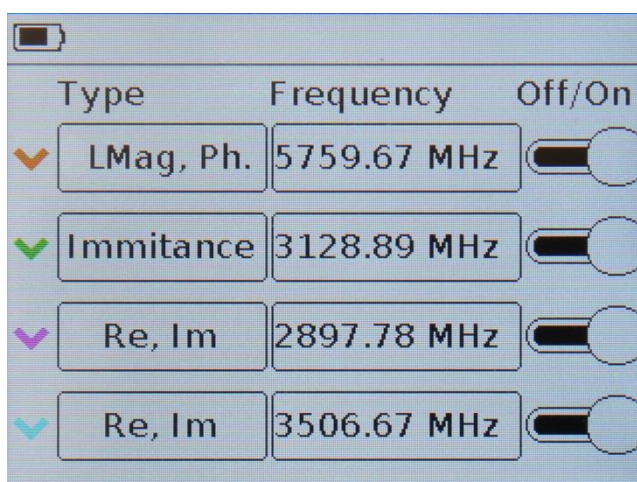

Рисунок 9.8 – Меню установки параметров выводимых на графики маркеров
9.4.5. Чтобы задать частоту, на которой будет установлен маркер, необходимо в меню маркеров (Рисунок 9.8) в столбце **Frequency** нажать на соответствующий маркер. На экране появится подменю ввода числовых значений, как на рисунке 9.10.
Примечание – Для быстрого перехода из режима просмотра графика **Smh** в меню установки параметров маркеров (Рисунок 9.8) нажмите и удерживайте около двух секунд кнопку (11) «**MKR**». В нашем примере на рисунке 10.1 тестируется Wi-Fi антенна с рабочей частотой 2400 МГц. На диаграмме включены четыре маркера и отображение пороговой линии КСВ со значением 2,5. Справа от диаграммы отображаются значения измерений на фиксированной частоте маркера в заданных единицах.
Примечание – Для быстрого перехода из режима просмотра графика **Pol** в меню установки параметров маркеров (Рисунок 9.8) нажмите и удерживайте около двух секунд кнопку (11) «**MKR**». В нашем примере на рисунке 10.2 тестируется Wi-Fi антенна с рабочей частотой 2400 МГц. На диаграмме включены четыре маркера, а отображение пороговой линии КСВ отключено. Справа от диаграммы отображаются значения измерений на фиксированной частоте маркера в заданных единицах.
Примечание – Для быстрого перехода из режима просмотра графика **Ph** в меню установки параметров маркеров (Рисунок 9.8) нажмите и удерживайте около двух секунд кнопку (11) «**MKR**».
Примечание – Для быстрого перехода из режима просмотра графика **Mag** в меню установки параметров маркеров (Рисунок 9.8) нажмите и удерживайте около двух секунд кнопку (11) «**MKR**».